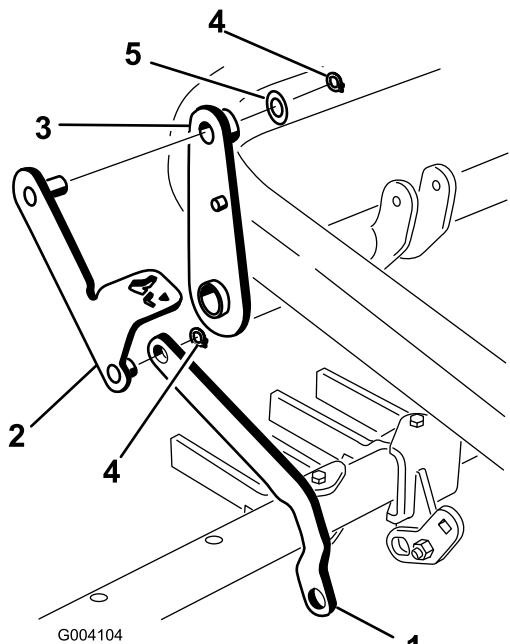

Figura 15
3. Deslize a extremidade da ligação da barra de ferramentas sobre o poste curto do conjunto da alavanca do pedal e prenda-a com um anel de retenção (Figura 15).
- 4. Instale o poste na outra extremidade do conjunto da alavanca do pedal através da parte superior do conjunto da alavanca e prenda-o utilizando uma anilha (7/8 pol.) e um anel de retenção (Figura 15).